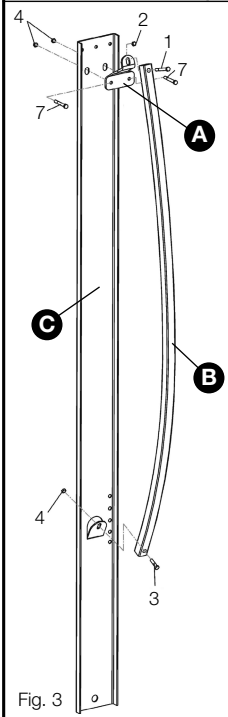

Fig. 3
1. Monter la patte supérieure **[A]** sur la barre courbe **[B]** et fixer cette dernière à la barre de support **[C]** dans la partie inférieure, comme l'indique la Fig. 3.
1. Am Bogen **[B]** die obere Halterung **[A]** befestigen und diese wie auf Abb. 3 gezeigt am unteren Teil der Schiene **[C]** befestigen.
1. Monte el soporte superior **[A]** en el arco **[B]** y luego sujételo por la parte inferior a la barra de fondo **[C]** tal como muestra la Fig. 3.
1. Monteer de bovenste steun **[A]** op de boog **[B]** en zet deze onderaan op de geleidingsbalk **[C]** vast zoals op afb. 3 afgebeeld is.